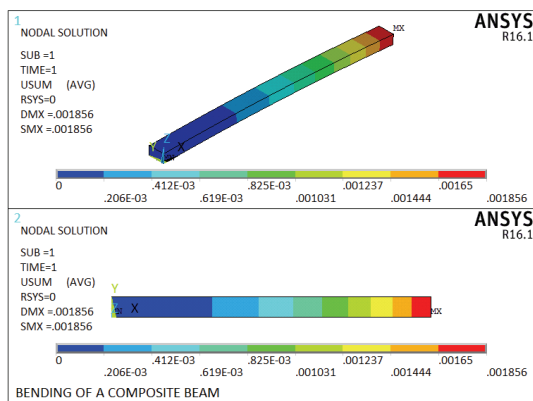

图 6-100 合位移场等值线图
3) 选择 Main Menu | General Postproc | Plot Results | Contour Plot | Nodal Solu 命令, 出现 Contour Nodal Solution Data 对话框, 选择 Nodal Solution | DOF Solution | Displacement vector sum, 单击 OK 按钮, ANSYS 显示窗口显示合位移场等值线图, 如图 6-100 所示, 单击 OK 按钮关闭该对话框。